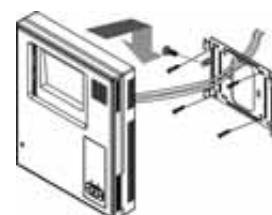

Abbildung 7
Schritt 3 Den Monitor an die Wand montieren (Abbildung 7).